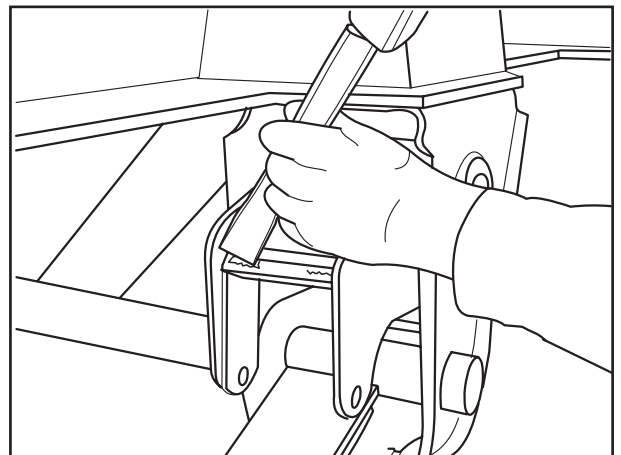

Рис. 3
- [3] У приваренных опор удалить верхние сварные швы зубилом или сточить наждаком (рис. 3).